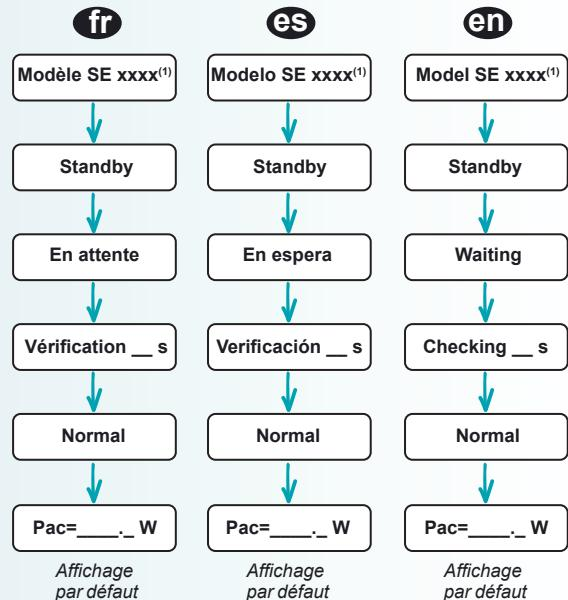

Fig. 14
- Lorsque la tension courant continu est suffisante, l'onduleur SunEzy affiche successivement et de manière automatique les informations indiquées dans le diagramme ci-dessous (Fig. 14) suivant la langue paramétrée.